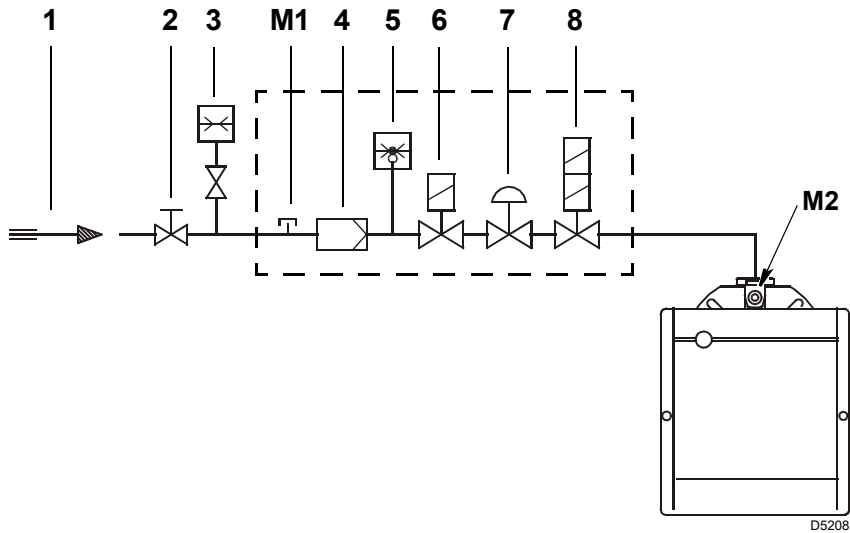

图 15
- 图例（图 15）
测试点 M2) 测量的燃气压力 (图 15) , 此时：
- 从测试点 M2) 压力减去燃烧室中压力 (图 15)。
测试点 M2) 燃气压力 (图 15) = 10.9 毫巴
在所要的燃烧器工作的最大调制输出已经固定的情况下计算 测试点 M2) 所需的燃气压力 (图 15)：
- 在右边的栏 1，读取插口 M2) 处的压力 (图 15)。
测试点 M2) 所需的压力 (图 15)。